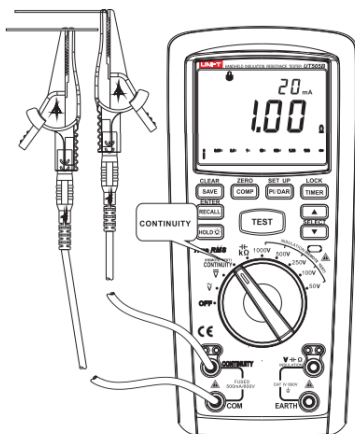

Figura 6
3. Medição da CONTINUIDADE (ver figura 6)